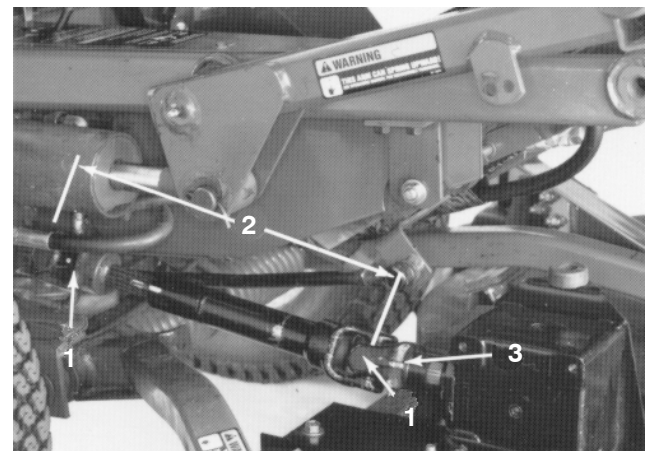

Bild 18
3. Treiben Sie den Rollstift raus, mit dem das Antriebswellenjoch an der Eingangswelle am Getriebe befestigt ist (Bild 18). Lockern Sie die Kopschrauben und Sicherungsmuttern und schieben Sie das Joch von der Eingangswelle. Wenn Sie die Zugmaschine ohne Mähwerk einsetzen, treiben Sie den Rollstift aus dem Joch an der Zapfwelle der Zugmaschine und nehmen Sie die ganze Antriebswelle von der Zugmaschine ab.